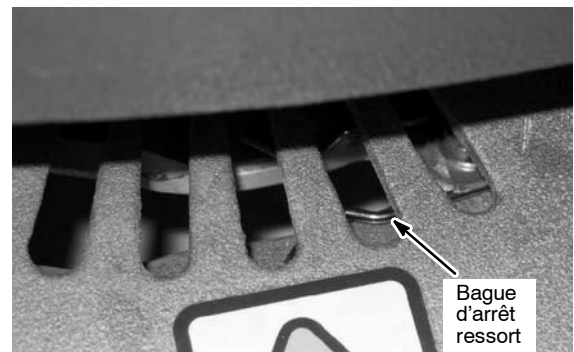

FIG. 9
4. Tournez le moyeu du moteur de brosse jusqu'à ce que la fente avec la bague d'arrêt ressort soit visible au travers de la fenêtre de la tête de brosse (Figure 9).